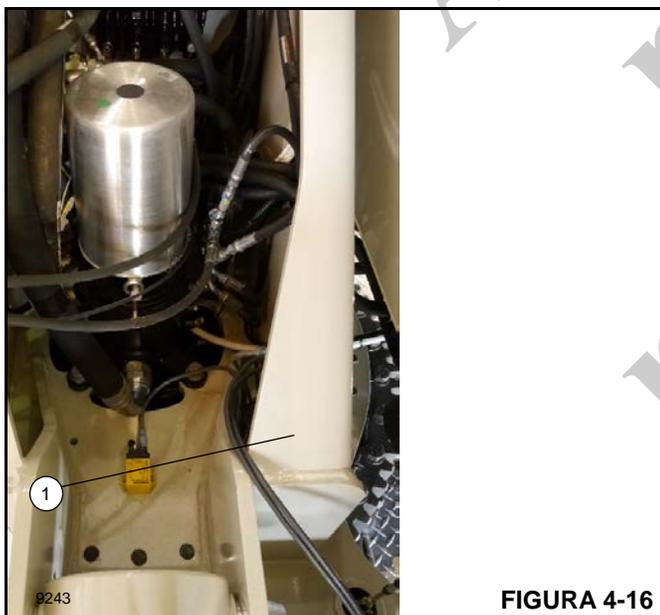

FIGURA 4-16
3. Um inclinômetro de 3 eixos está localizado na torre do guindaste (consulte a Figura 4-16).
4. Sensor de posição de giro localizado na parte interna do anel deslizante elétrico (consulte a Figura 4-16).